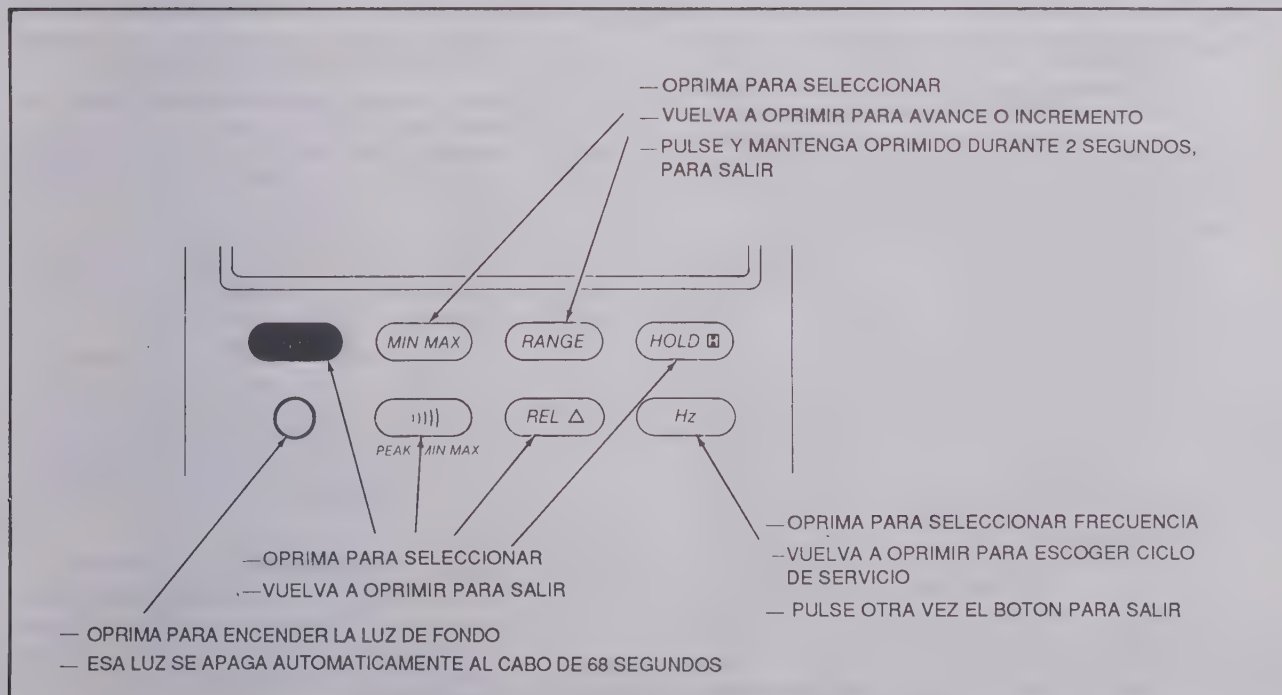

Figura 2. Resumen de operaciones de los botones pulsadores.
3. Para escoger una operación adicional, oprima los botones adecuados por encima del conmutador rotativo, como se describe en los puntos que siguen (véase también la figura 2).
zumbador suena (a menos que se haya apagado o que se haya escogido el modo de salida de datos). En la figura 2 se presenta un resumen de las operaciones de los botones pulsadores. Aparece un anunciador para indicar que se ha escogido un modo o una opción. Una forma rápida de reposicionar todos los botones pulsadores a su estado por defecto consiste en desplazar el conmutador rotativo a una función adyacente y, luego, de regreso a la que se esté utilizando.